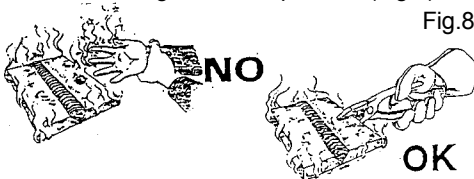

Fig.8
- L'opérateur et son assistants ne doivent jamais toucher, avec aucune partie du corps, des pièces de métal chauffées à une température élevée ou chargées électriquement (Fig.8);